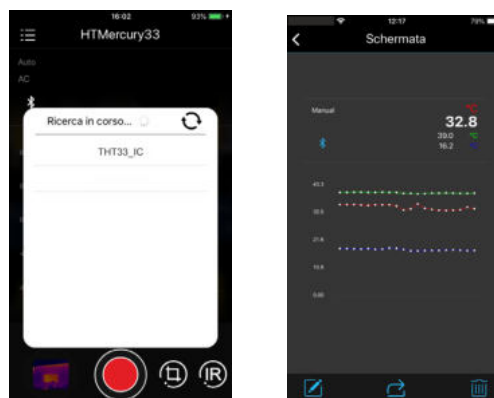

Fig. 20: Comunicazione con APP HTMercury
4. Eseguire la ricerca dello strumento sulla APP (vedere Fig. 20 – parte sinistra)
5. La visualizzazione in tempo reale delle temperature (punto centrale, punto più caldo, punto più freddo) dell'immagine è presente sul dispositivo mobile (vedere Fig. 20 – parte destra) ed è possibile salvare schermate dai menu interni dell'APP. E' inoltre possibile salvare schermate di immagini termografiche (vedere Fig.20) e inserire su esse oggetti per analisi avanzata (vedere Help on line dell'APP per maggiori dettagli)